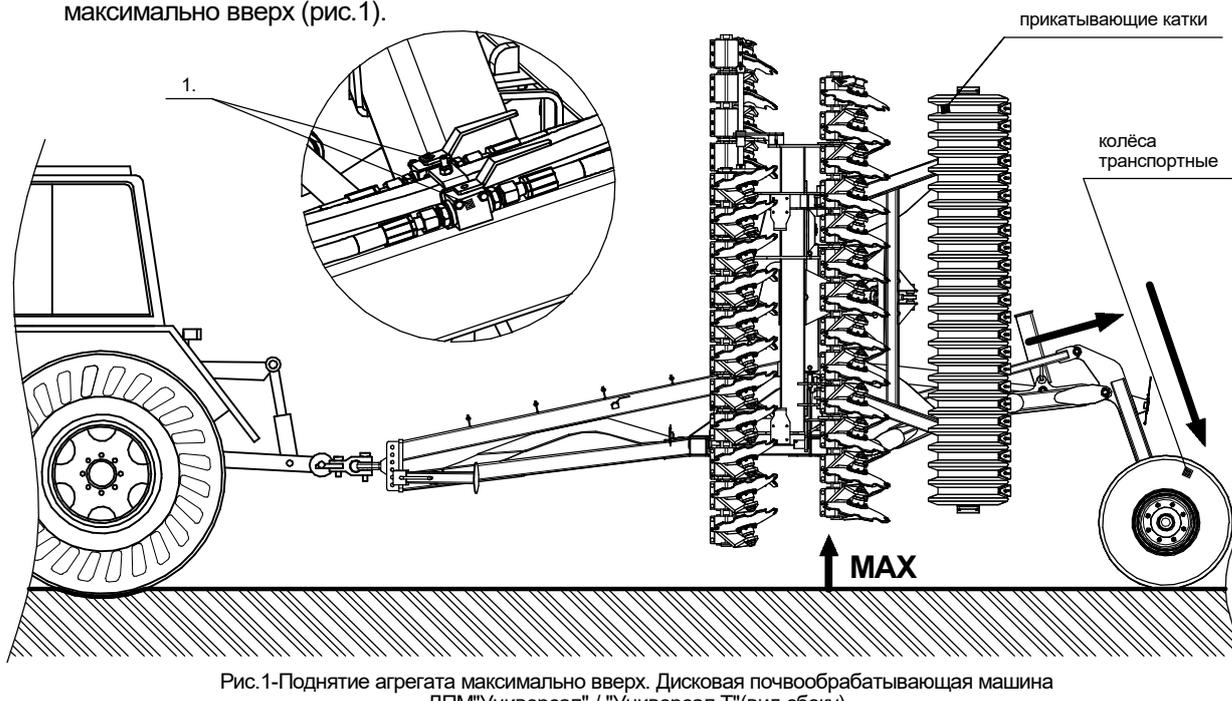
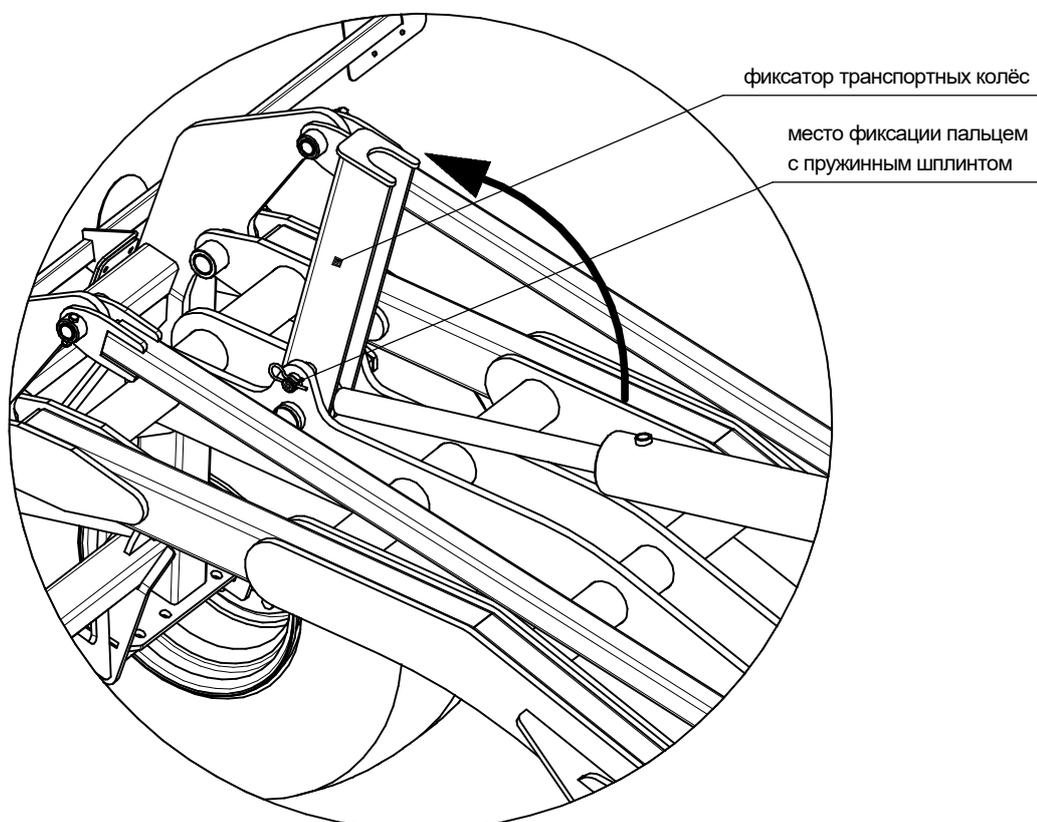
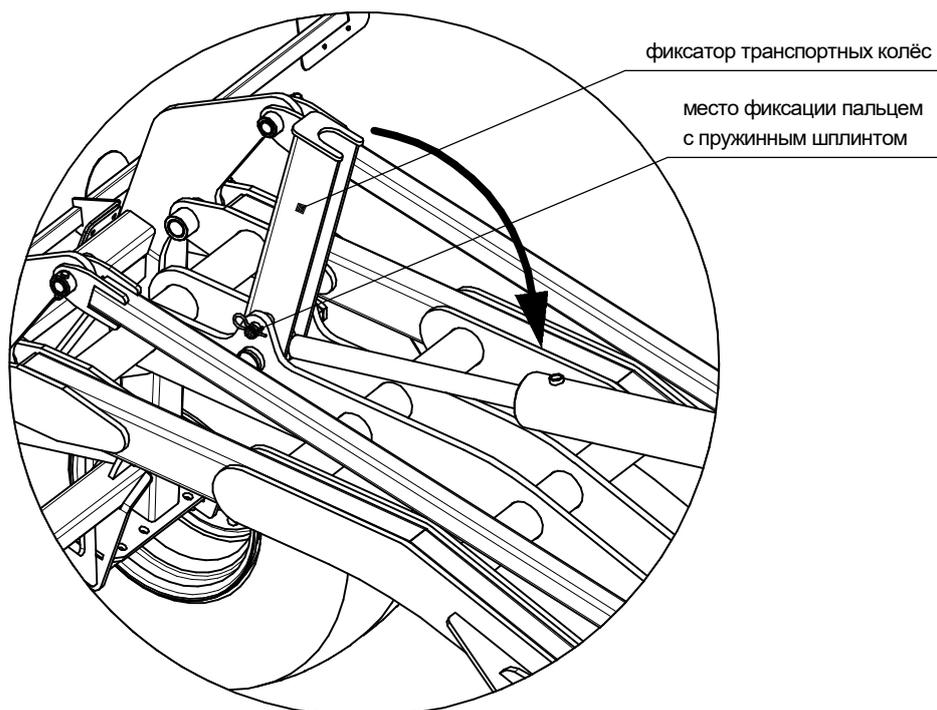
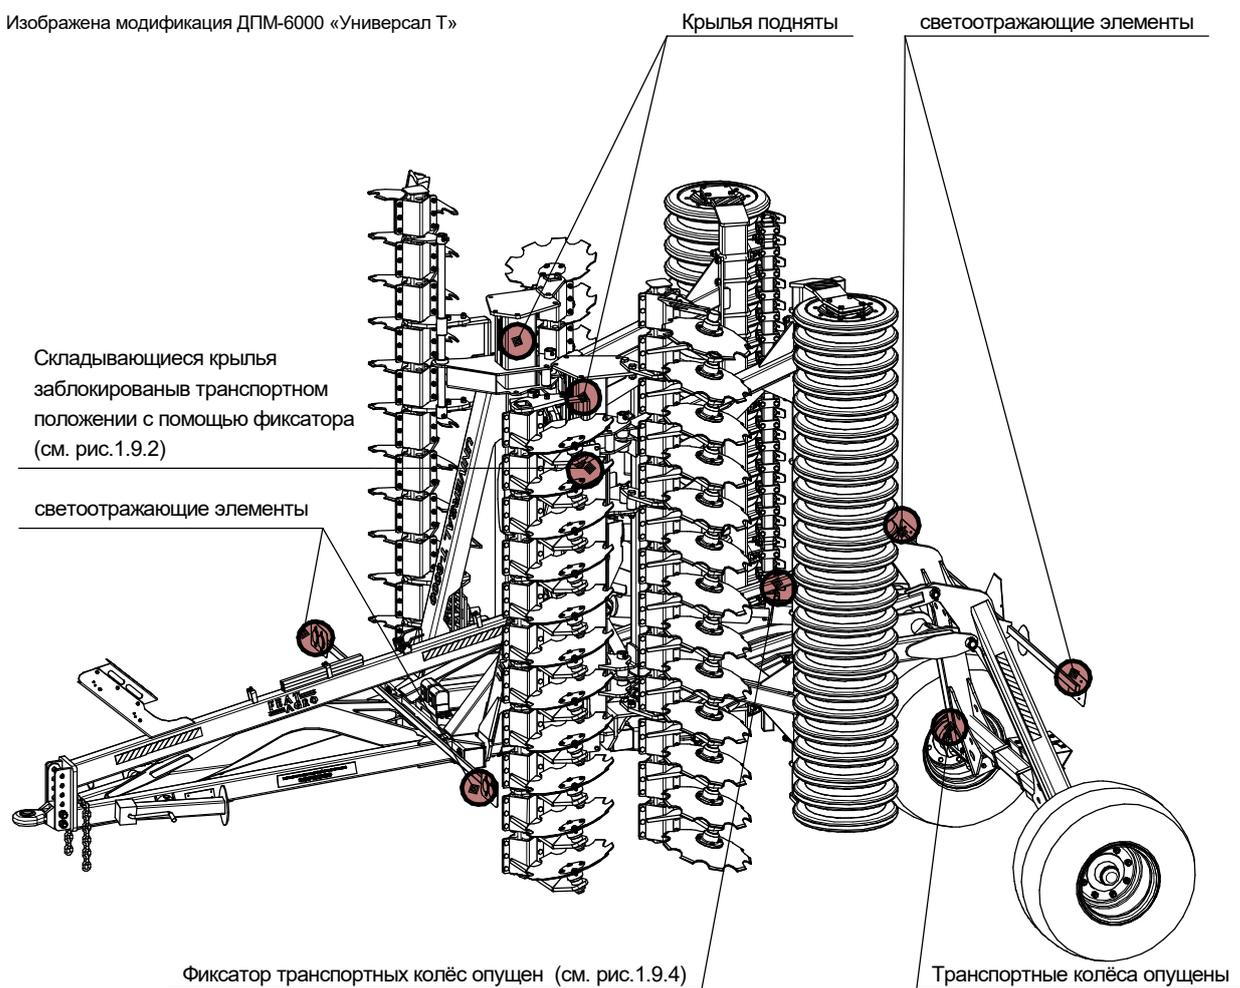

Рис.1-Поднятие агрегата максимально вверх. Дисковая почвообрабатывающая машина ДПМ"Универсал" / "Универсал Т"(вид сбоку)
Рис. 1.2.1-Фиксатор транспортных колёс. Дисковая почвообрабатывающая машина ДПМ "Универсал" / "Универсал Т"
Рис.1.9.4-Фиксатор транспортных колёс. Дисковая почвообрабатывающая машина ДПМ "Универсал" / "Универсал Т"
Рис. 1.9.5-Транспортное положение дисковой почвообрабатывающей машины ДПМ "Универсал" / "Универсал Т"
1. Откройте гидравлические краны транспортных колёс (вариант комплектации), расположенные на раме агрегата (рис.1 поз.1) и откиньте фиксатор транспортных колёс, после чего зафиксируйте его пальцем с пружинным шплинтом (рис. 1.2.1).
2. С помощью рычагов управления гидравлики транспортных колёс поднимите весь агрегат максимально вверх (рис. 1).
5. Перед транспортированием проконтролировать (при необходимости произвести очистку) светоотражающих элементов и знаков ограничения скорости (рис.1.9.5). Закройте гидравлические краны транспортных колёс (вариант комплектации), расположенные на раме агрегата (рис.1 поз.1) и опустите фиксатор транспортных колёс, после чего зафиксируйте его пальцем с пружинным шплинтом (рис.1.9.4).